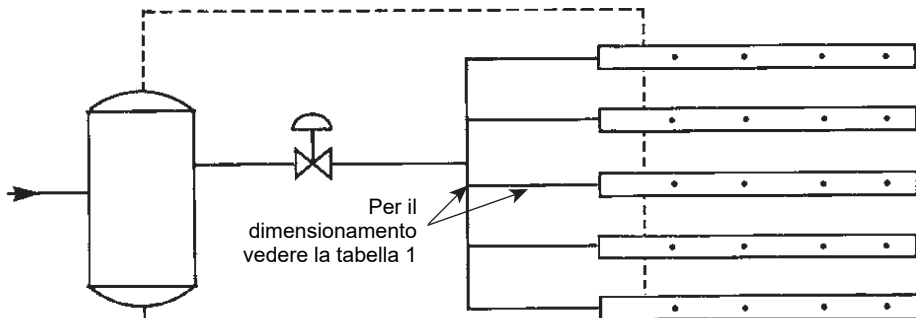

Fig. 11 - Installazione multi-lancia dove le lance sono di lunghezza normale e dove può essere effettuato un drenaggio singolo
- 3.6.8** Le Fig. 11, 12 e 13 forniscono raccomandazioni per la realizzazione degli schemi di collegamento all'alimentazione del vapore principale, per la disposizione degli scaricatori e dei collettori per una varietà di installazioni multi-lancia ed a lancia verticale.